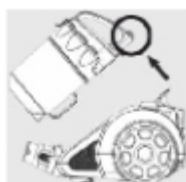

Рис. 13
2. Нажмите на кнопку, находящуюся на ручке пылесборника и снимите его (рис. 13).